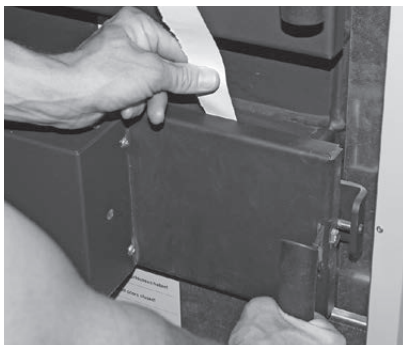

Fig. 27 Méthode des bandes de papier
- ▶ Contrôler l'étanchéité en employant la méthode des bandes de papier (Fig. 27). Pour ce faire, coincer des bandes de papier de 3 cm de large environ à différents endroits sur tout le périmètre et essayer de les retirer en tirant dessus. Si les bandes de papier ne peuvent pas être retirées, alors la porte est hermétique. S'il est possible de les retirer alors que la porte d'allumage est fermée, cette dernière n'est pas étanche à cet endroit > il faut la réajuster.